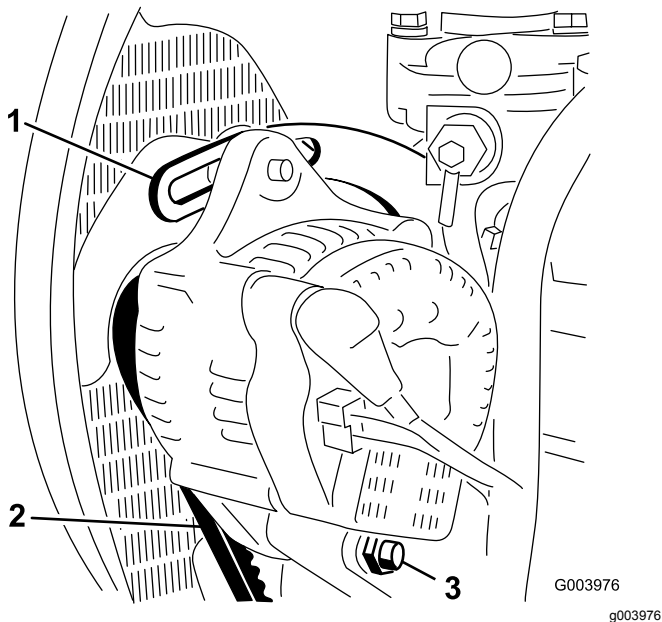

Bild 63
2. Prüfen Sie die Spannung des Lichtmaschinenriemens, indem Sie eine Kraft von 10 kg in der Mitte zwischen der Lichtmaschine und den Riemenscheiben der Kurbelwelle ansetzen (Bild 63).
3. Lockern Sie die Schraube, mit der die Strebe am Motor befestigt ist (Bild 63) sowie die Schraube, mit der die Lichtmaschine an der Strebe und der Drehschraube befestigt ist.